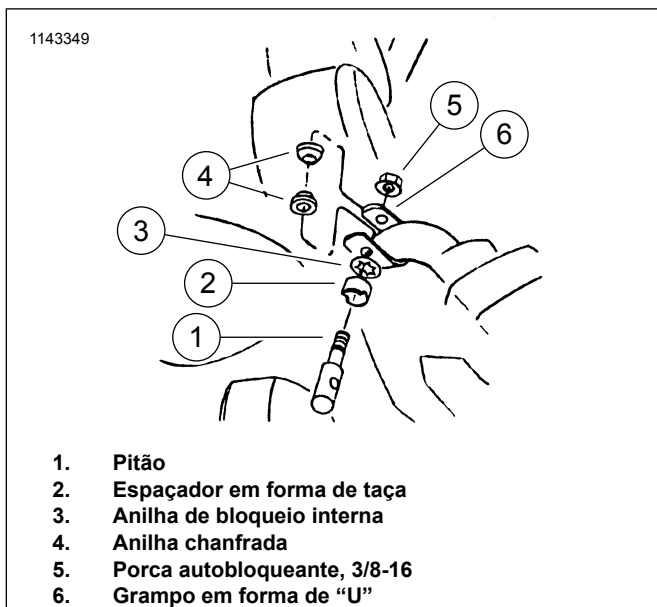

Figura 2. Monte o grampo em forma de "U"
- Ver a Figura 2. Coloque o grampo em forma de "U" (6) em torno do segmento vertical do guidador, com o lado aberto do "U" mais ou menos voltado para a frente.
- Coloque o espaçador em forma de taça (2) e a anilha de bloqueio interna (3) no pitão (1).
- Introduza o pitão (1) na parte inferior do grampo em forma de "U" (6), a partir da parte de fora do guidador. Ao mesmo tempo, introduza duas anilhas chanfradas (4) no pitão que se encontra dentro do grampo em forma de "U" (com os chanfros voltados de frente um para o outro), cada uma de cada lado do guidador.
5. Comece a apertar as porcas autobloqueantes (5) no pitão (1), mas não as aperte totalmente.